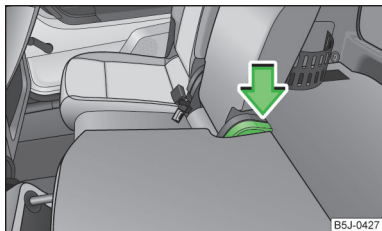

Fig. 59
- › Apăsăți maneta » fig. 59 și rabatați spătarul scaunului spre înapoi. Asigurați-vă, prin tragere, că spătarul scaunului este fixat.